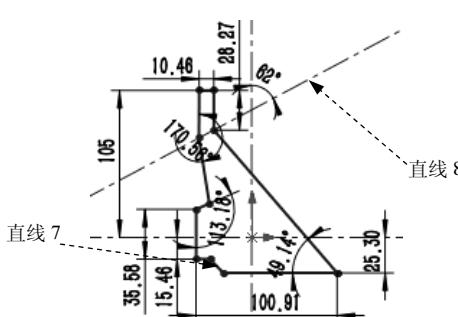
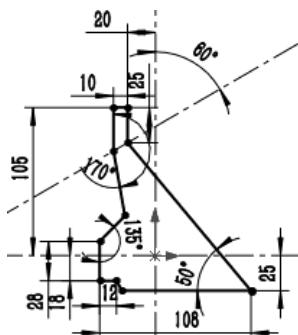

图 9.4 添加尺寸约束
图 9.6 添加几何约束
选择下拉菜单 **工具(T)** → **标注尺寸(S)** → **智能尺寸(S)** 命令, 添加完成后如图 9.4 所示 (注: 此处尺寸大小不限, 只需保证图形大体的形状即可)。
Step 1 双击图 9.4 所示的尺寸值, 在系统弹出的“修改”文本框中输入 10, 单击 按钮, 然后单击“尺寸”对话框中的 按钮。
Step 3 添加“垂直”约束。选择图 9.4 所示的直线 7、直线 8, 系统弹出“属性”对话框, 在 **添加几何关系** 区域单击 **垂直(U)** 按钮。添加完成后如图 9.6 所示。